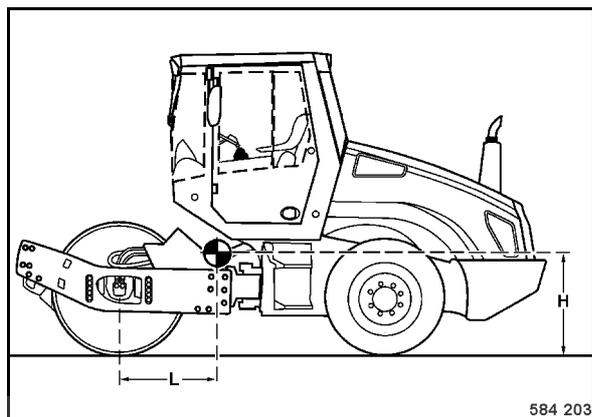

Fig. 117
**Position du centre de gravité (Fig. 117):**